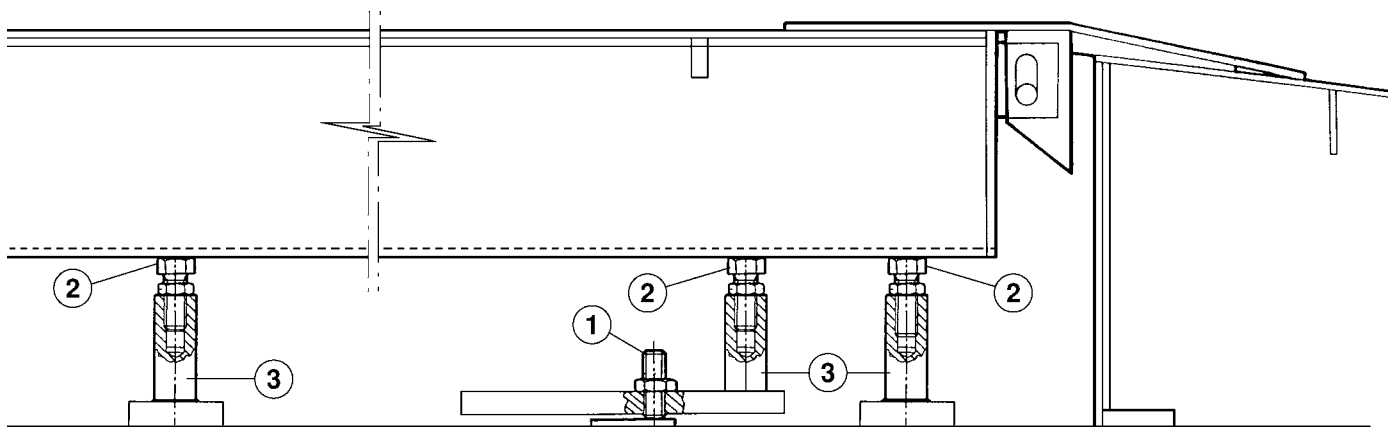

Fig.23
Procedere come sopra tenendo presente che, livellando il ponte con le viti (2), l'arresto veicolo appoggi sulla rampa e sulla pedana come da fig. 23.
Proceed as above, checking when levelling the lift with screws (2) that the vehicle block rests on the ramp and on the platform as in fig. 23.
Wie oben beschrieben vorgehen und folgendes beachten: Wird die Hebebühne über die Schrauben (2) nivelliert, muss die Fahrzeugabrollsicherung gemäß Abb. 23 auf der Rampe und auf der Fahrschiene aufliegen.
Procéder comme indiqué plus haut mais attention : en réglant le niveau du pont avec les vis (2), l'arrêt du véhicule appuie sur la rampe et sur le chemin de roulement comme indiqué à la fig. 23.
Proceder como hemos descrito arriba pero teniendo presente que, nivelando el puente con los tornillos (4), el tope que hace que se pare el vehículo apoye sobre la rampa y sobre la plataforma, como indica la fig. 23.